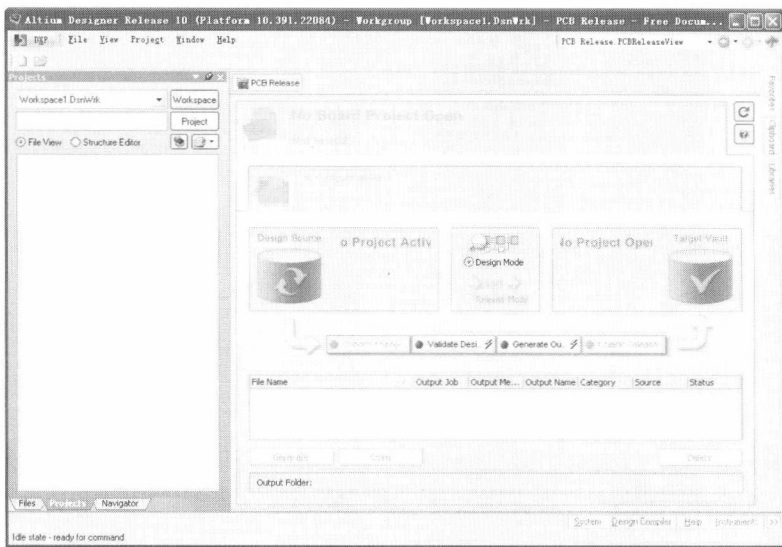

图 1-10 PCB 发行窗口
- ◆ “PCB Release View” (PCB 发行视图) 命令：用于打开 PCB 发行窗口，如图 1-10 所示。